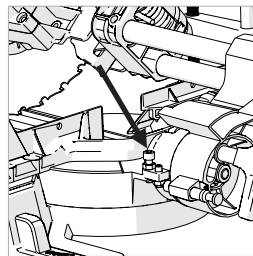

Fig. 23
- Lösen Sie die Kontermutter an der Einstellschraube der Winkelschräge. (**Abb. 23**)